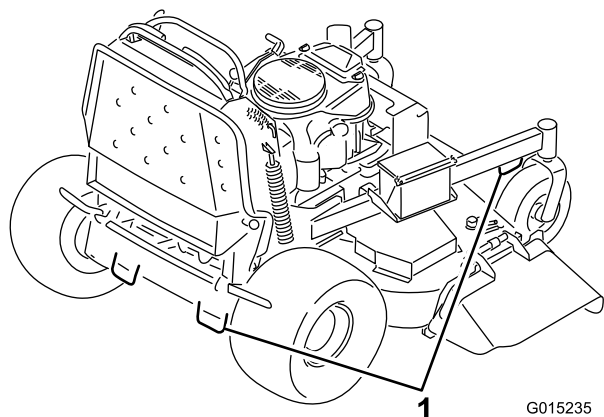

Figure 26
6. Servez-vous des points d'attache en métal de la machine pour arrimer solidement la machine sur la remorque ou le véhicule de transport au moyen de sangles, chaînes, câbles ou cordes (Figure 26).